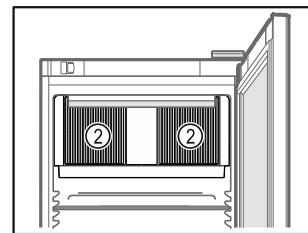

Fig. 64
- ☐ Sørg for at cirkulationsblæserens ventilationsåbninger Fig. 64 (2) i det indvendige rum altid er frie.